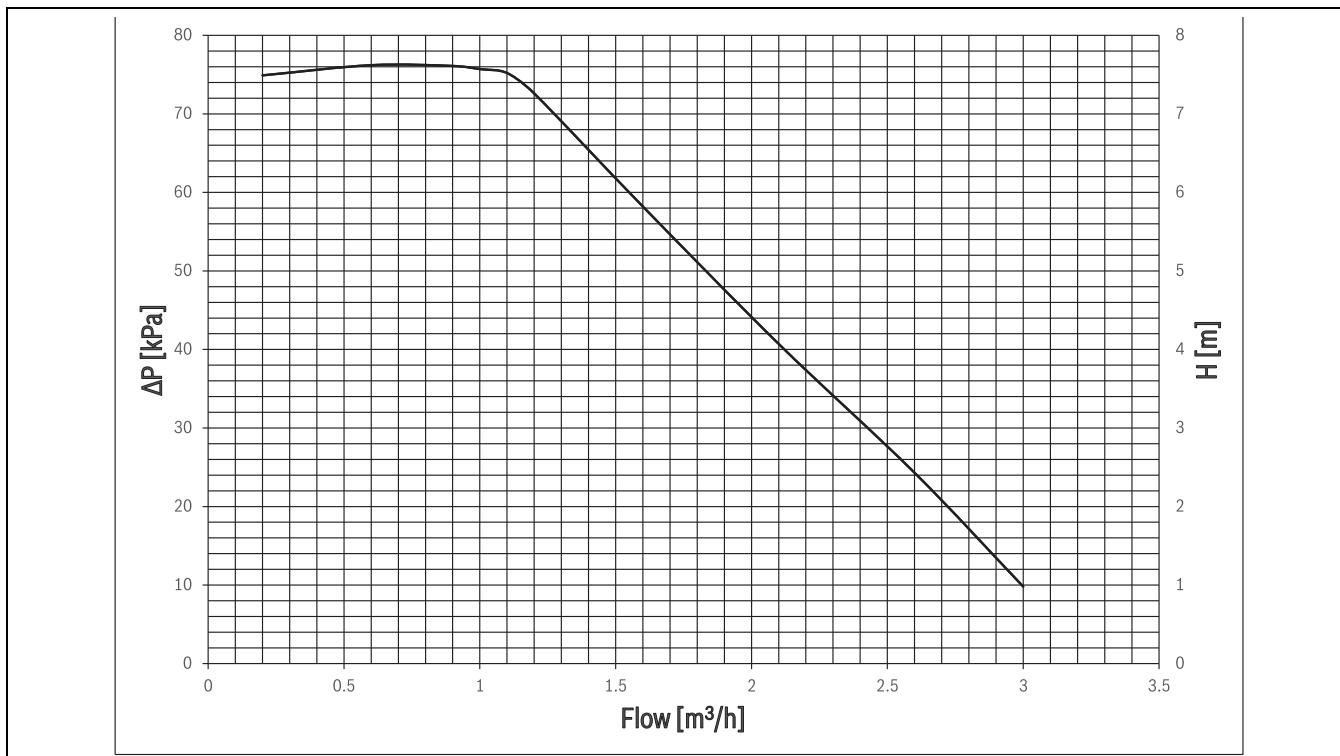

Bild 42 Restförderhöhe Primärpumpe
5) Je nach angeschlossener Wärmepumpe siehe Installationsanleitung der Wärmepumpe, Abb. 42
Restförderhöhe Primärpumpe ist in Abb. 42 dargestellt. Dies gilt für den Heizbetrieb mit dem gleichen Volumenstrom im Heizkreis.